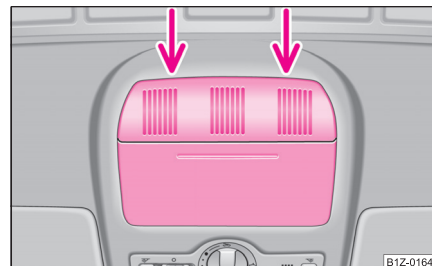

Abb. 31 Ausschnitt des Dachhimmels: Ansatzpunkt des Schraubendrehers
- Setzen Sie einen Schraubendreher mit der flachen Klinge vorsichtig an der hinteren Seite der Abdeckung für den elektrischen Antrieb ⇒ Abb. 31 an.